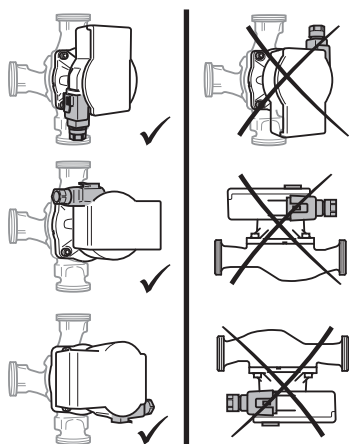

Fig. 2: Montāžas stāvoklis
- Izvēlieties atļautajam montāžas stāvoklim atbilstošu montāžas vietu (Fig. 2).
- Ievērojiet norādi par sūkņa atļauto montāžas stāvokli (Fig. 2), nepieciešamības gadījumā pagrieziet motora galvu (2+6).
- Ņemiet vērā norādi par atļauto montāžas stāvokli (Fig. 2) un plūsmas virziena bultiņu uz sūkņa korpusa (1).
- Pieskrūvējiet 4 korpusa skrūves (5).